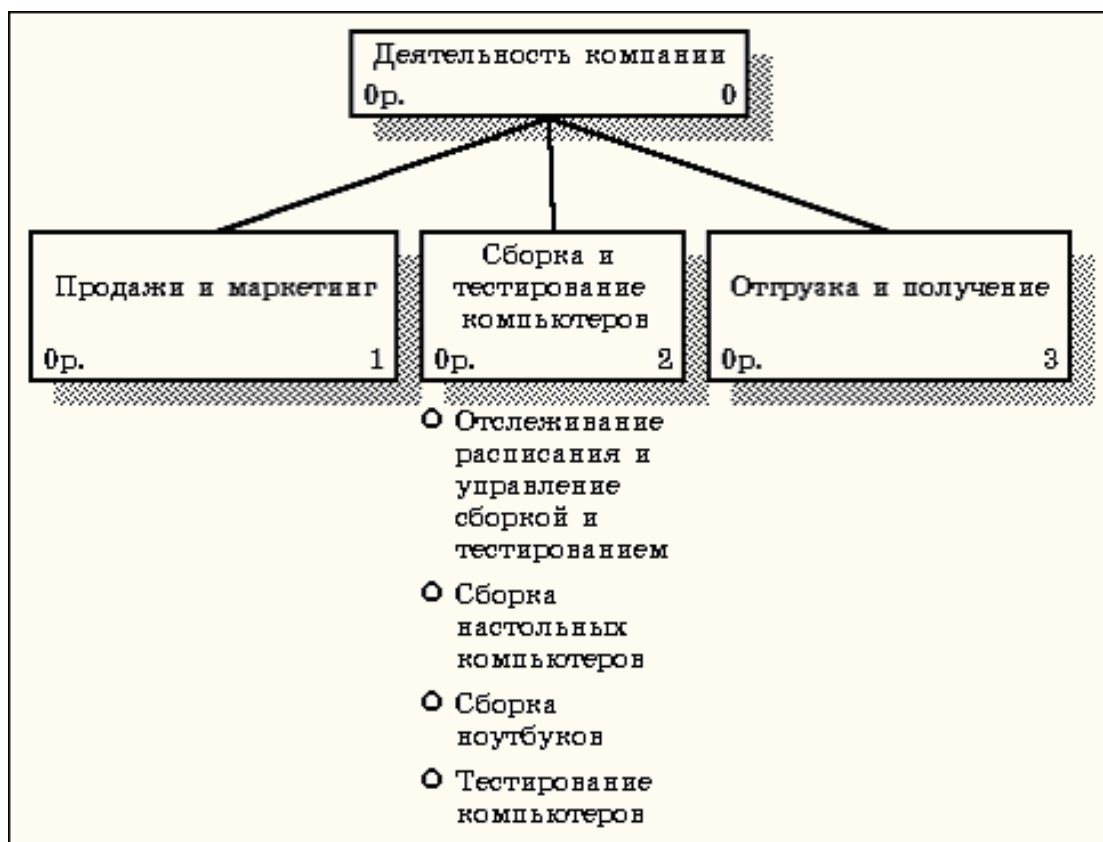

Рисунок 5.4 – Диаграмма дерева узлов
4. Щелкните по кнопке *Finish*. В результате будет создана диаграмма дерева узлов (*Node tree Diagram*) (рисунок 5.4).